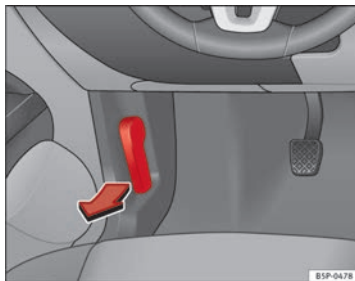

Fig. 160 Dettaglio del vano piedi sul lato del conducente: leva per l'apertura del cofano del vano motore.
- Tirare la leva situata sotto il cruscotto → fig. 160 nella direzione indicata dalla freccia. Il cofano si sblocca sotto la spinta di una molla → ⚠.